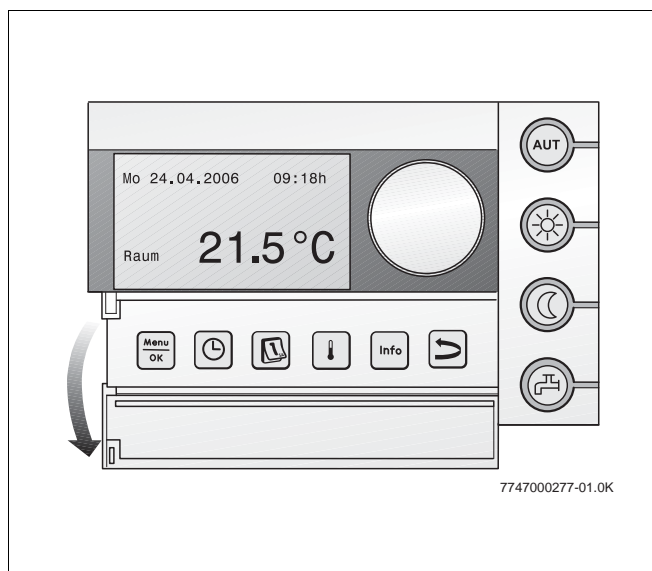

Fig. 7 Unità di servizio RC35 (con sportellino aperto)
- Effettuare le impostazioni dell'unità di servizio RC35 (fig. 7). Si consiglia di verificare e regolare quanto segue: